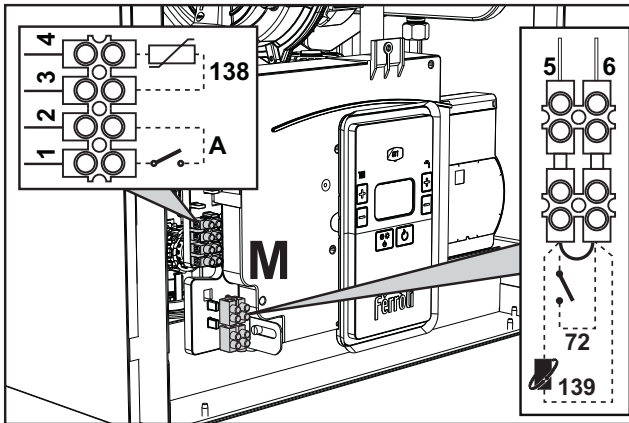
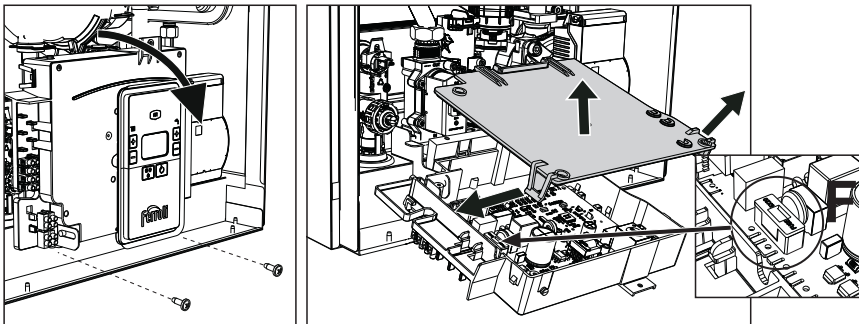

fig. 19
fig. 20
După ce ați scos panoul frontal (***) 'Deschiderea panoului frontal' on page 134 ***) veți putea avea acces la panourile de borne (M) și la siguranța fuzibilă (F) urmând indicațiile descrise în continuare (fig. 19 și fig. 20). **Bornele indicate în fig. 20 trebuie să aibă contactele curate (nu 230 V).** Dispunerea bornelor pentru diferitele conexiuni este indicată și în diagrama electrică din fig. 47.
Configurarea întrerupătorului ON/OFF (A fig. 20)